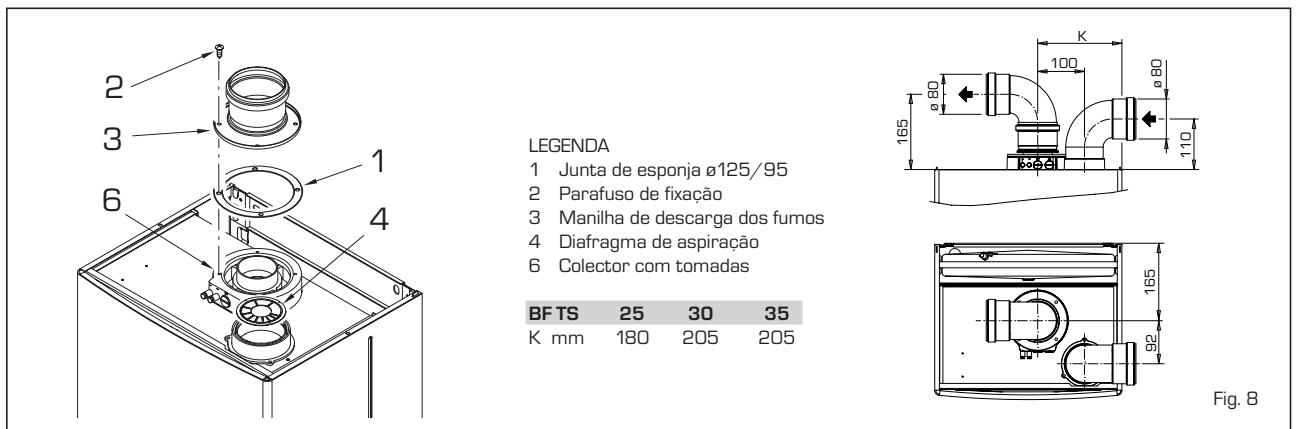

Fig. 8
2.8.1 Kit de condutas separadas (fig. 8)
aspiração que deve ser empregue, em função da perda de carga máxima consentida em ambas as condutas, como indicado na fig. 8/a.